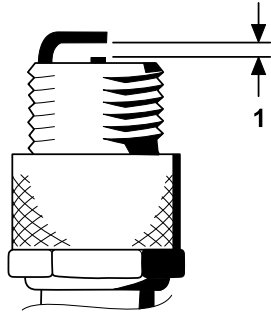

Figura 32
4. Ajuste la distancia entre los electrodos central y lateral a 0.76 mm (0.030"), como se muestra en la Figura 32.